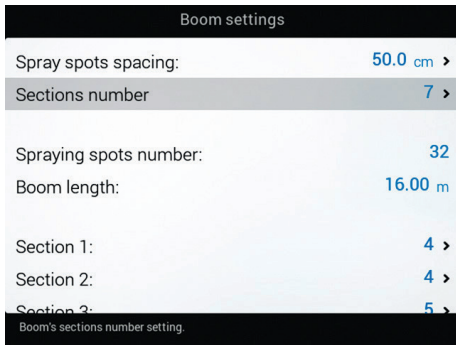

Fig. 35
- Upprepa installeringen för varje sektion (Fig. 35).